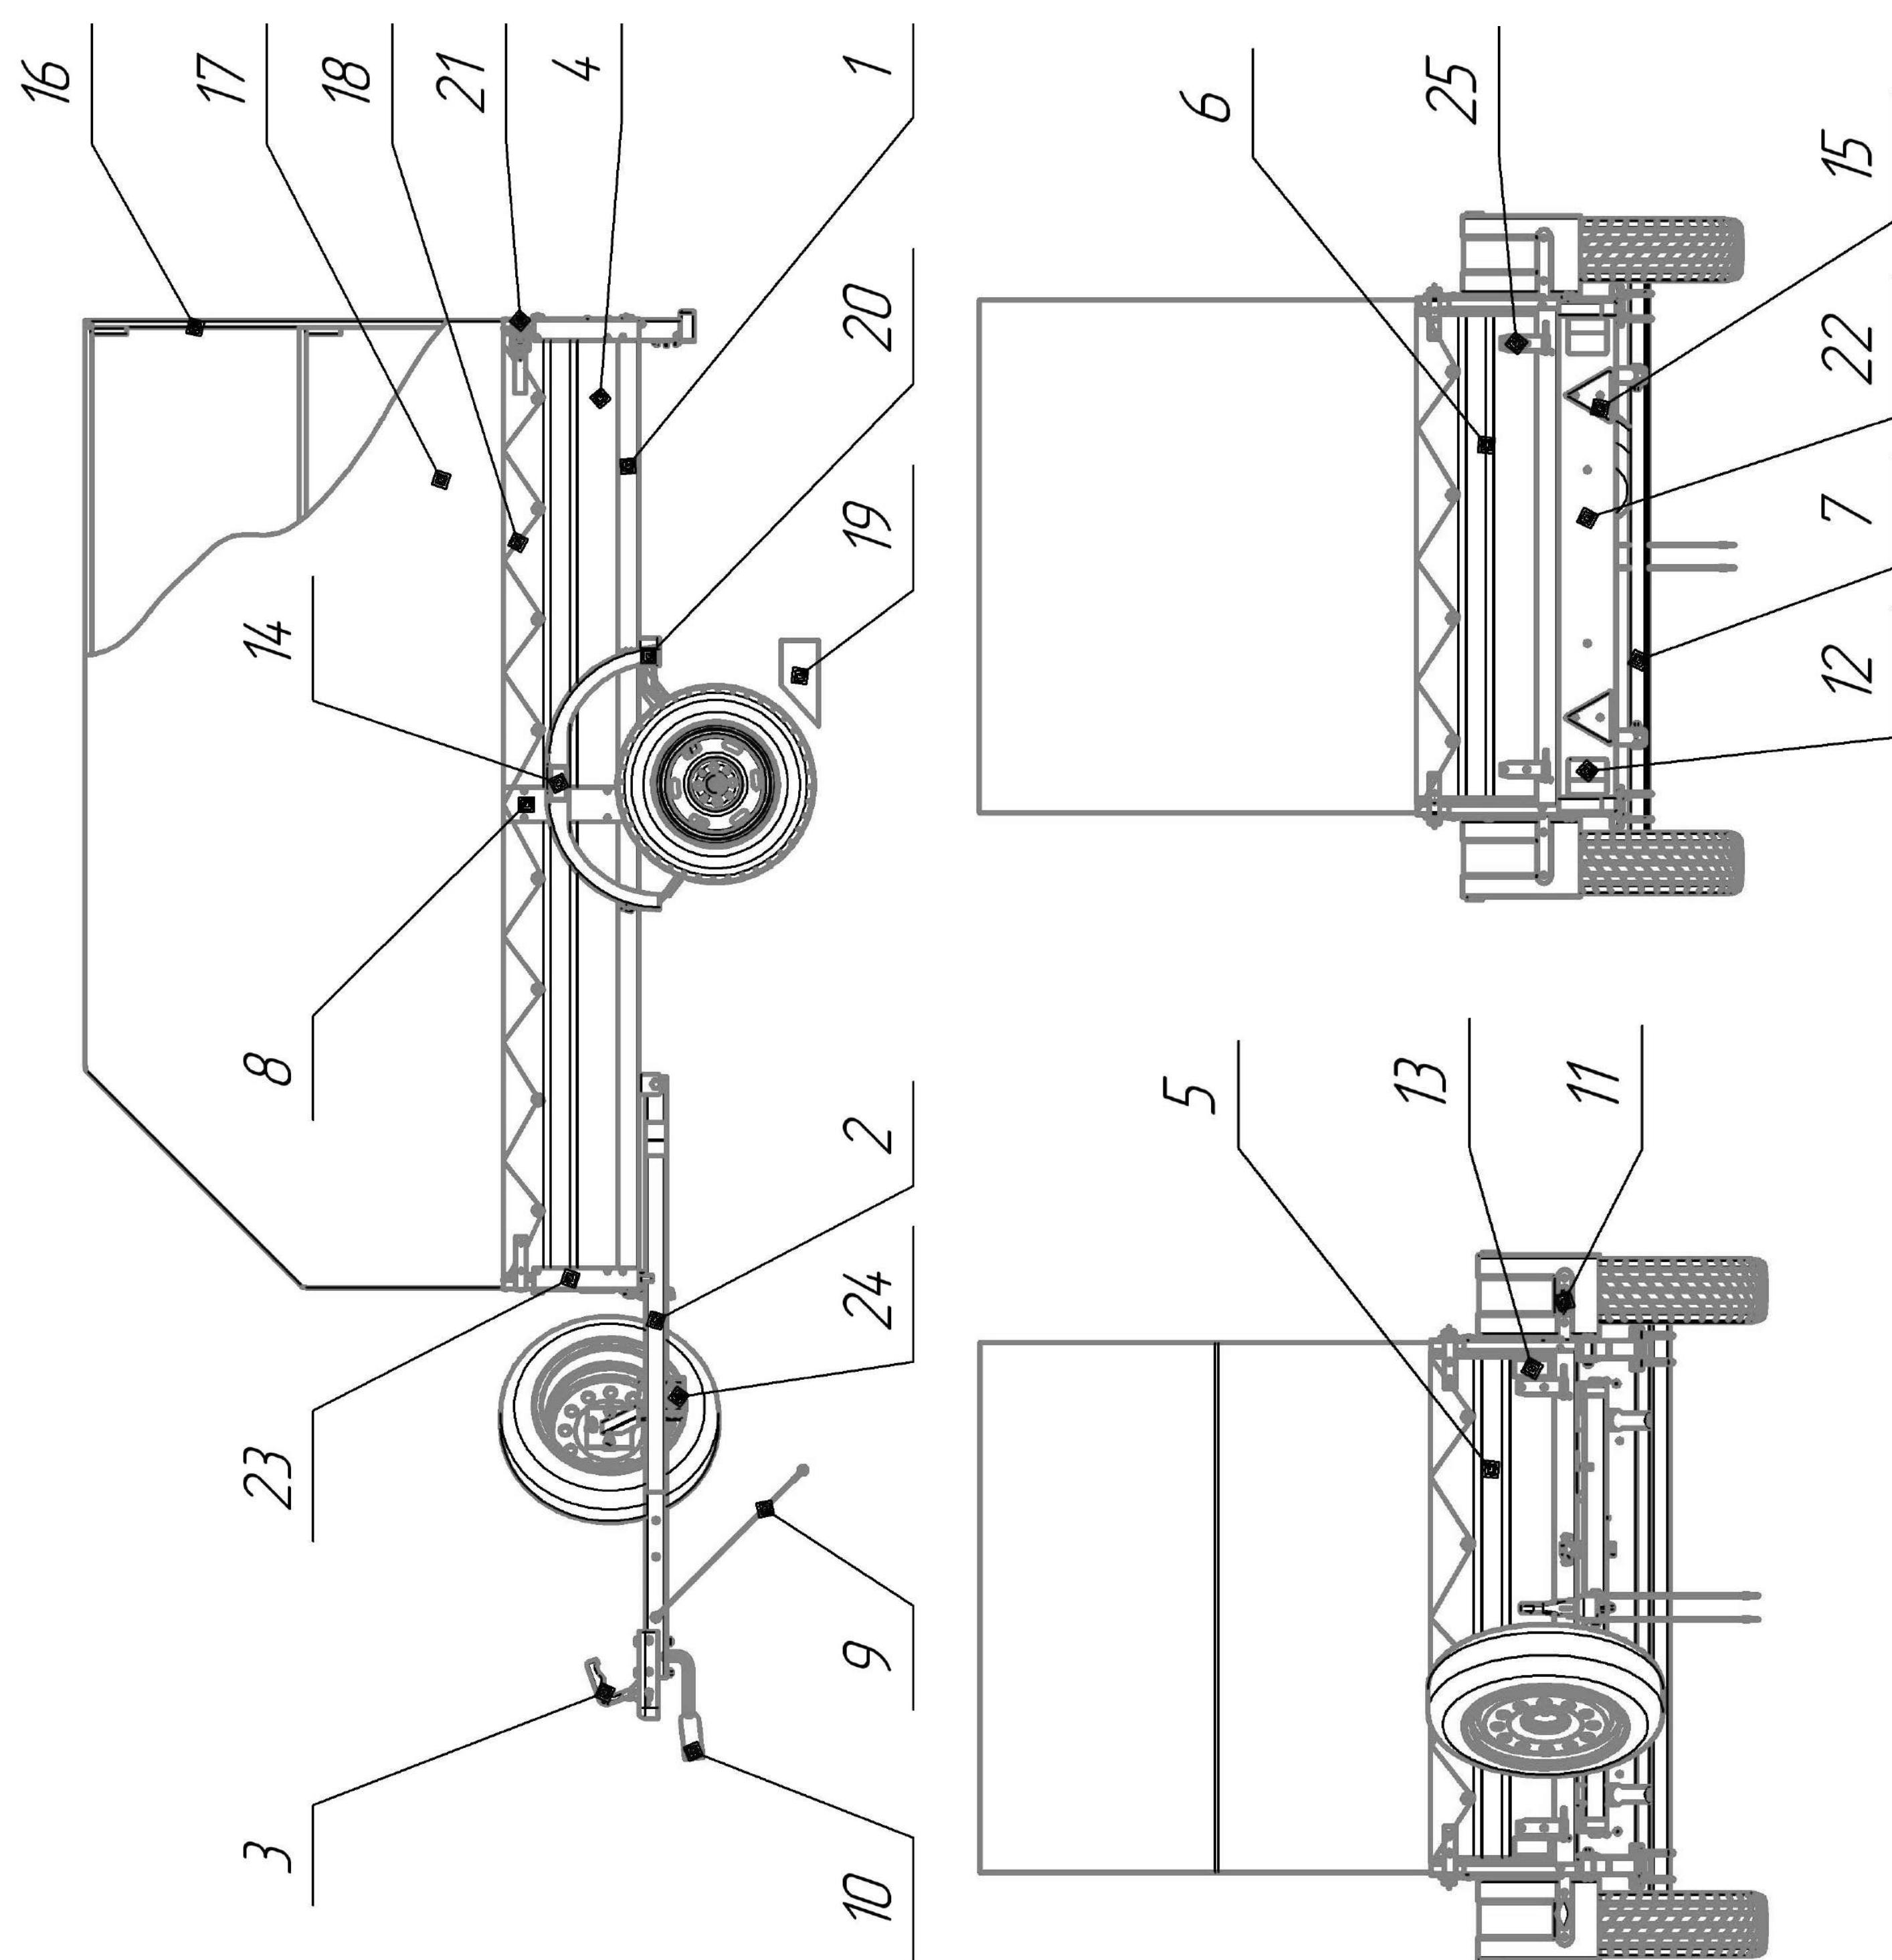

Рис. 1. Общий вид прицепа.
4.1.Общий вид прицепа и его составные части показаны на рис.1.
4.9. Стойка опорная 8 (рис.1) предназначена для обеспечения устойчивости загруженного или порожнего прицепа после расцепки с автомобилем-тягачом.
4.11. Упоры противооткатные 19 (рис.1) обеспечивают неподвижность прицепа полной массы на подъемах и спусках с крутизной уклона до 18% (подкладываются на стоянках под его колеса) неограниченное время без применения дополнительных внешних приспособлений.